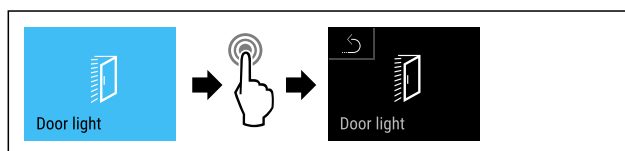

Fig. 96
- Stappen (zie Fig. 96) uitvoeren.